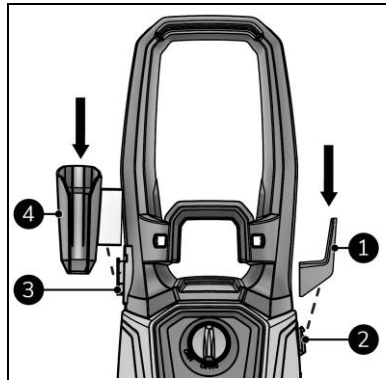

Figure 8
1. Faites coulisser le support du cordon d'alimentation (figure 8, pos. 1) sur la partie principale (figure 8, pos. 2).
3. Faites coulisser le support du pistolet à jet (figure 8, pos. 4) sur la poignée (figure 8, pos. 3).